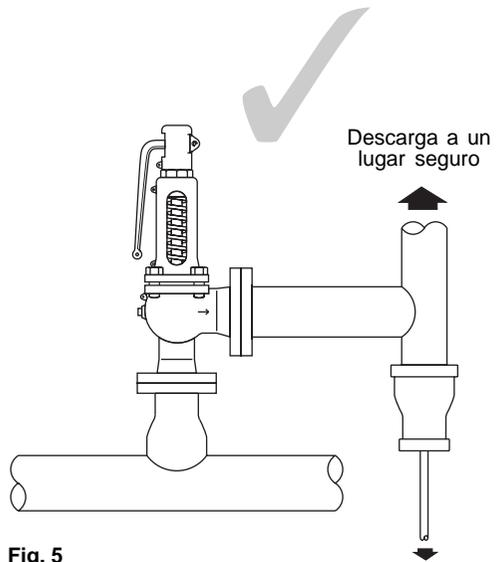

Fig. 5
- 5.8** En aplicaciones en las que la tubería de salida está dirigida hacia arriba, se debe proveer de una purga en el punto más bajo de la tubería de salida (Fig. 5). Esta purga se debe situar en un lugar apropiado, de manera que si se produce cualquier descarga, no provoque ningún tipo de riesgo.